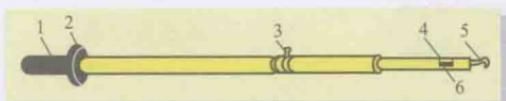

图 1-3 高压验电器
(2) 高压验电器。高压验电器又称高压测电器, 10kV 高压验电器由金属钩、氖管、氖管窗、固紧螺钉、护环和握柄组成, 如图 1-3 所示。高压验电器使用如图 1-4 所示。